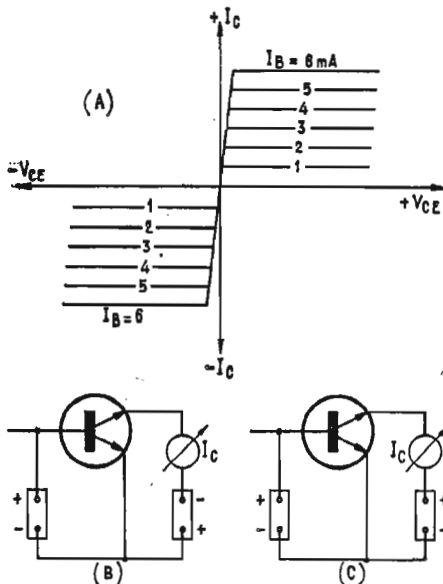

FIG. 5
Les montages de mesures sont représentés en (B) et (C) de la figure 5. La base étant toujours positive, on obtient différents courants de base selon la tension de la batterie polarisant cette électrode.
La figure 5 permet de comprendre le fonctionnement de ce transistor spécial.